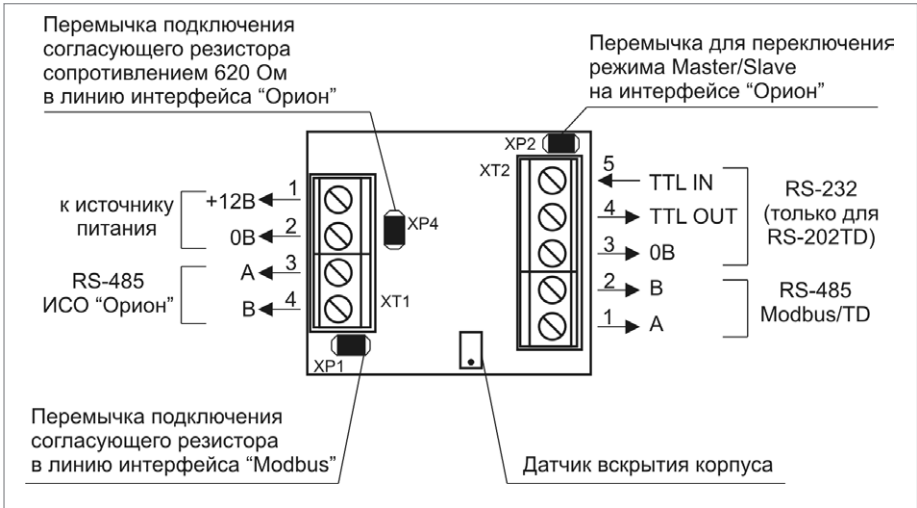
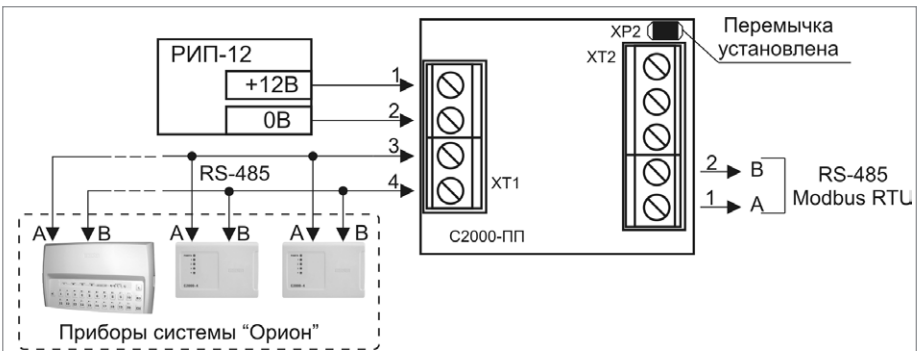

Рисунок 3. Назначение клемм и перемычек преобразователя «С2000-ПП»
Рисунок 4. Подключение преобразователя «С2000-ПП» в режиме «Орион-Master»
1.3. Подключите преобразователь в соответствии с проектной документацией и схемой на рис. 4, 5 (схема подключения зависит от режима работы преобразователя). На рис. 3 показана плата преобразователя и приведено назначение клемм и перемычек.
Подключите к клеммам XT2.1 и XT2.2 преобразователя линии А и В интерфейса RS-485 «Modbus RTU» (рис. 4 и 5), если это указано в проектной документации.
Если преобразователь не является первым или последним в линии интерфейса RS 485 «Modbus RTU», удалите перемычку с разъема XP1 (см. рис. 3).